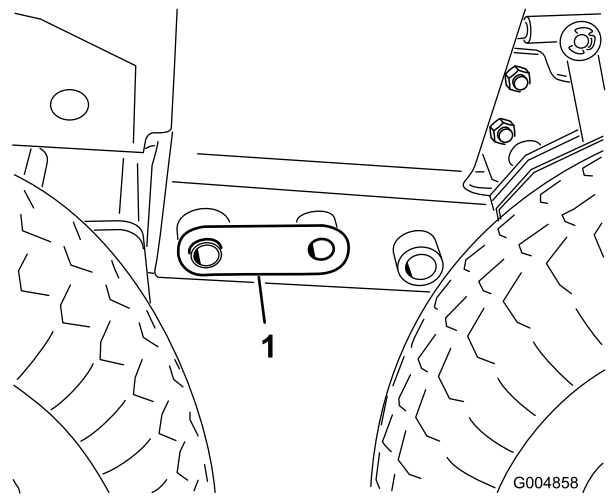

Figure 86
28. Retirez la chandelle avant et abaissez l'avant de la machine sur les roues jusqu'à ce que les goupilles d'accouplement (Figure 86) soient suffisamment desserrées pour pouvoir être déposées.